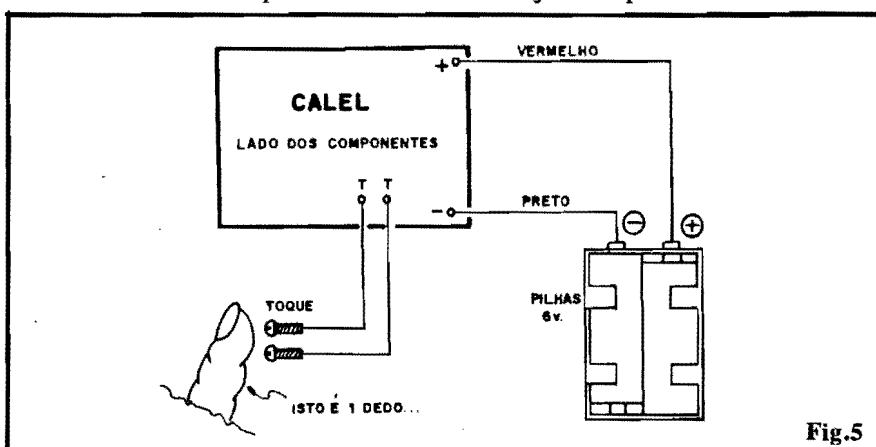

Fig.5
As ligações externas à placa encontram-se "mastigadinhas" na fig. 5. Nessa fase, o principal cuidado é com a **polaridade** da alimentação, devendo ser observado o código universal de fio **vermelho** para o **positivo** e fio **preto** para o **negativo**, na hora da conexão do suporte de pilhas à placa. Observar também as conexões aos parafusos de "toque".
- **FIG. 5** - Sugestão para "encaixamento" do ALMACA, a partir de um **container** "Patola", mod.